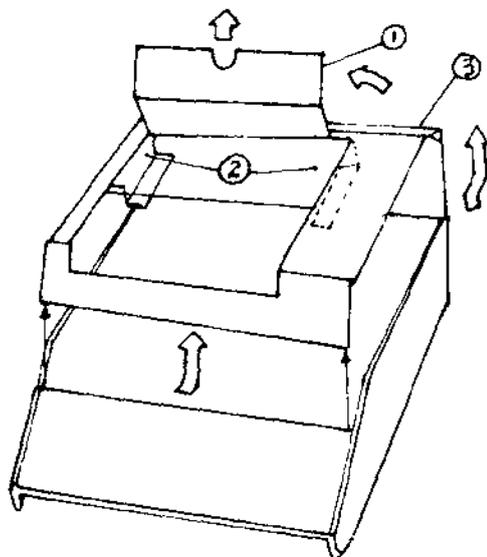

Fig. 2.1 Removal of Pen Protection Pieces.
插电源前, 必定照图 2.1 所示除去记录笔保护片, 先拿出图纸部分上面的盖①, 然后除去②两个螺钉, 小心操作不要将螺钉落在仪器里面, 翻起后面然后轻轻地向前滑动举出主机盖③, 移去 4 块泡沫塑料 (笔的每边有一块, 笔下有一块, 一块在滚轴的右边), 然后按相反的次序, 重新将①、②、③加上, 小心不要使记